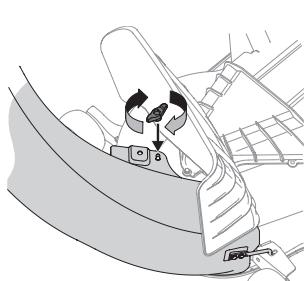

Figure 26
- Fixez l'assemblage de la botte au plateau de coupe au moyen du bouton à ailettes (720-04122) inclus dans la trousse de quincaillerie 689-01419. Consultez la Figure 26.